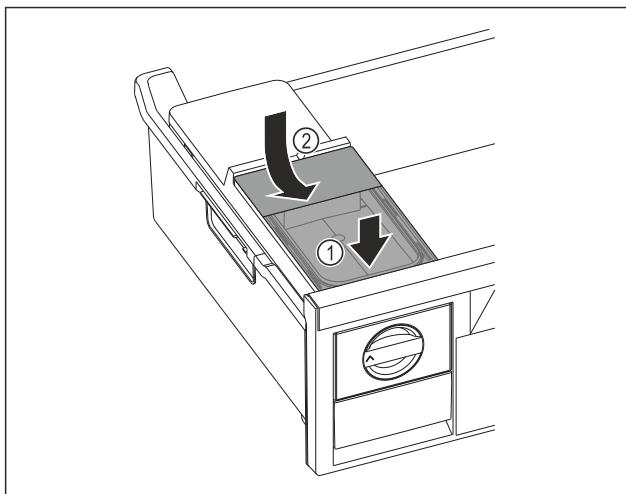

Fig. 127
- Rezervoar za vodo namestite spredaj. Fig. 127 (1)
- Zadaj rezervoar za vodo sputnite. Fig. 127 (2)